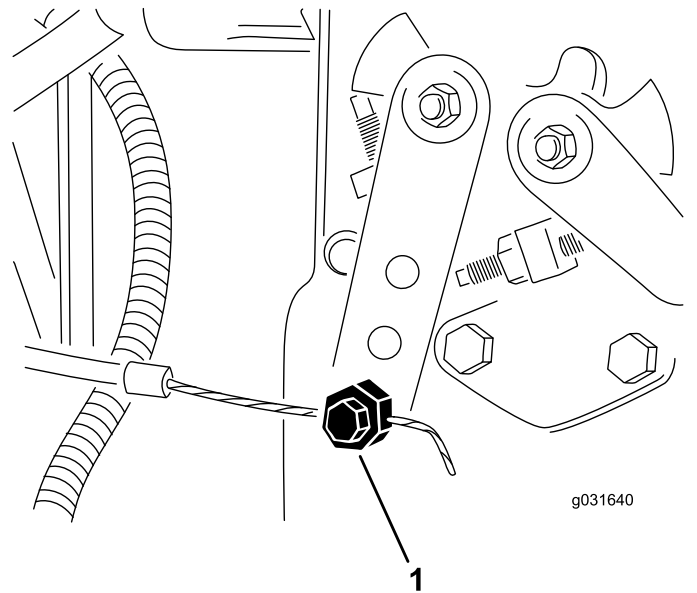

Figura 60
2. Afloje el conector del cable del acelerador en la palanca de la bomba de inyección (Figura 60).